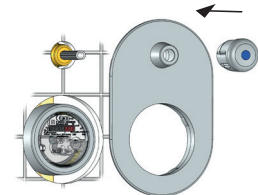

Bild 10 (Verplombung Miniblock Duo)
- Wie Unterputz-Installation. Zusätzlich nach der Montage der Rosette den Ventilgriff mit eingedrücktem Griffplättchen (rot für Warmwasser, blau für Kaltwasser) auf die Langspindel aufstecken (Bild 10).